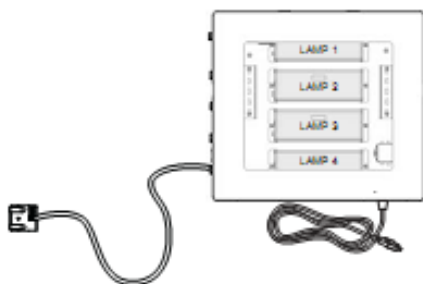
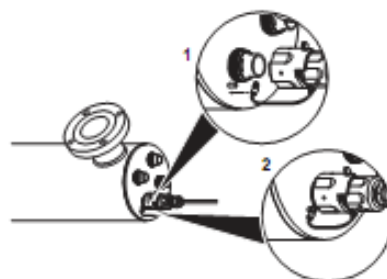

Рис. 3
Рис.4
- Контроллер должен быть установлен (закреплен на стене) либо выше, либо рядом с камерой реактора. Никогда не устанавливайте его вертикально, чтобы предотвратить попадание влаги на контроллер и излучатель рисунок 3.
4. Закрепите Hi-FLO контроллер на стене в горизонтальном положении. Желательно расположить его выше реактора и в удалении от портов системы во избежание попадания воды на контроллер. Следует также обеспечить провисание провода от УФ-датчика и УФ-лампы к контроллеру (рис. 3). Закрепите зеленый провод заземления на шпильке верху реактора с помощью гайки (рис.4).